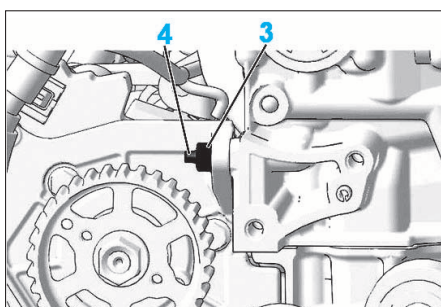

FIG. 71
- Déposer (Fig.71) :
- la fixation supérieure (3) du support de pompe haute pression carburant
- le goujon de fixation supérieur (4) de pompe haute pression carburant à l'aide de 2 écrous ou d'un extracteur type FACOM.